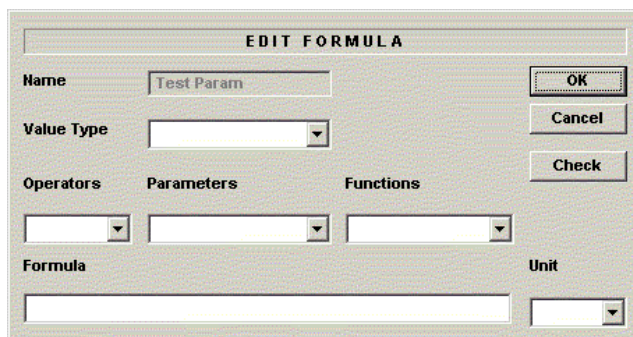

Рис. 7-25. Edit Formula (Редактирование формулы)
4. Переместите курсор **Трекбола** на поле результатов Tool result (Инструмент) на пункт [Edit Formula] (Редактирование формулы) и однократно нажмите клавишу **Set (Установка)**. Отобразится окно Edit Formula (Редактирование формулы). См. Рис. 7-25.